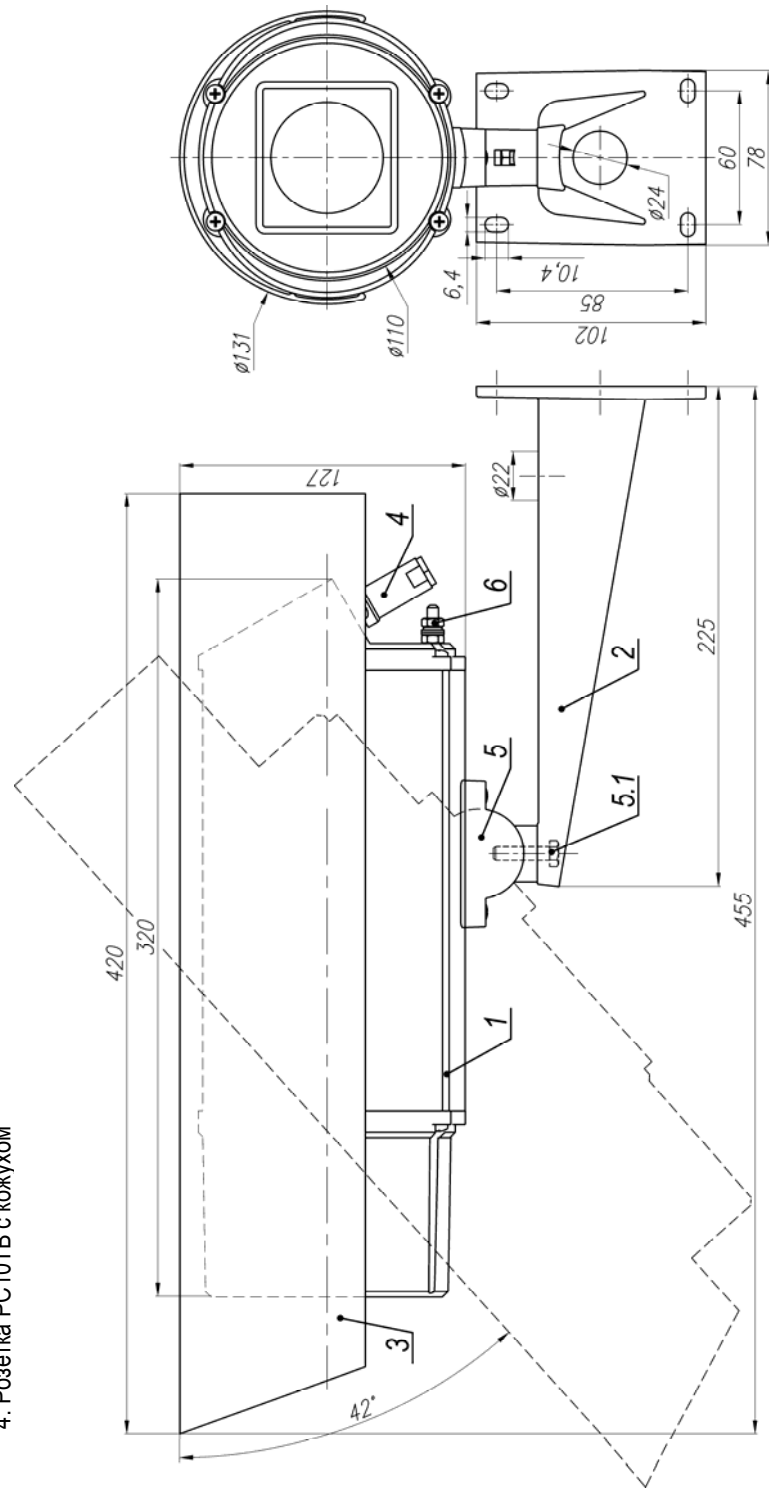

Рис.1 Габаритные и установочные размеры ТВК-95 PoE
9. Габаритные размеры ..... см. рис.1
**Состав изделия:** (см. рис.1)
3. Ослабив болт фиксации шарнира (поз.5.1 рис.1), установить гермобокс на нужное направление обзора, после чего надежно зафиксировать шарнир затянув болт.
4. Заземлить гермобокс с помощью болта заземления (поз.6 рис.1).